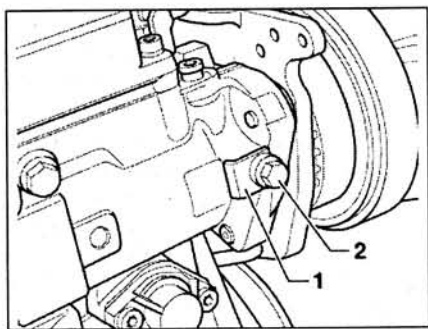

Рис. 3.13. Ослабьте блокировочный болт 2 на топливном насосе и снимите промежуточную пластину 1.
19. Ослабьте блокировочный болт 2 на топливном насосе и снимите промежуточную пластину 1 (рис. 3.13).